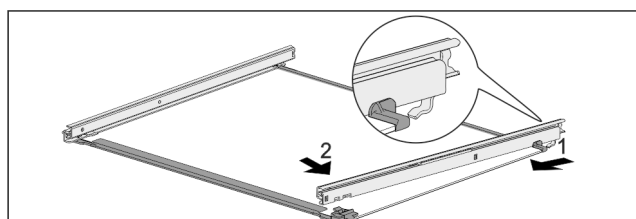

Fig. 128 Glasplatte mit Schienen
- ▶ Schiene hinten einhaken. Fig. 128 (1)
- ▶ Schiene vorne einrasten. Fig. 128 (2)